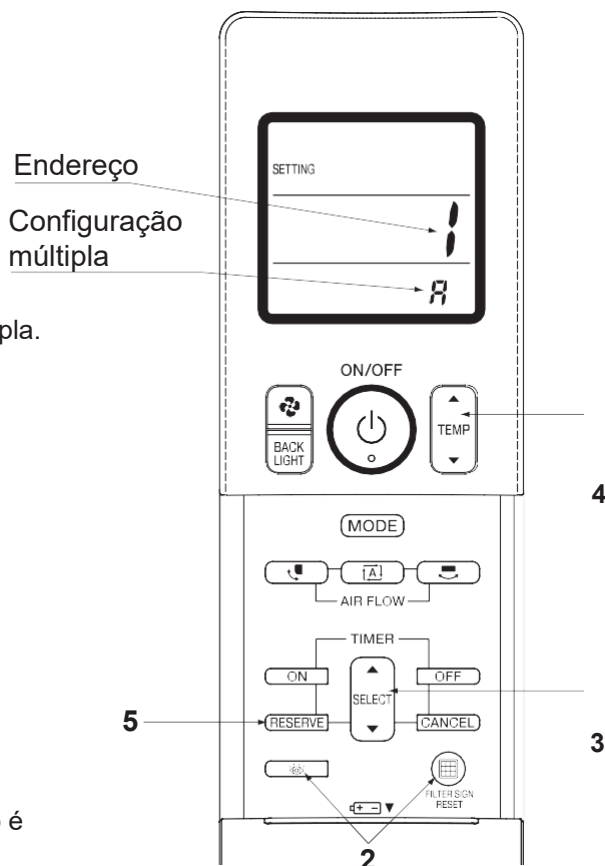

Fig. 2
- Pressione os botões e ao mesmo tempo por 4 segundos ou mais para entrar no modo CONFIGURAÇÃO DE CAMPO. (O display de cristal líquido no controle remoto é mostrado conforme a Fig.2)